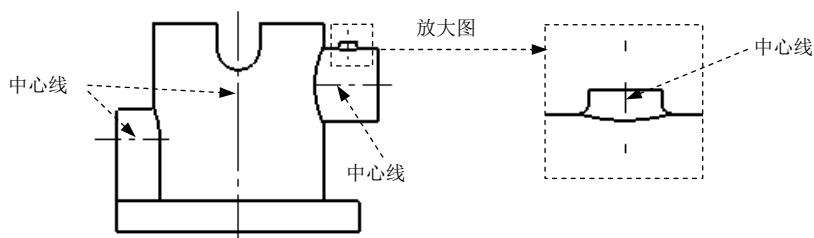

图 6.2.5 创建中心线 (三)
Step5. 单击“完成”按钮 , 完成中心线的创建, 如图 6.2.5 所示。